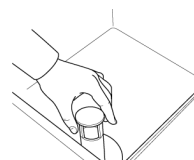

Fig.46
- 8- Ouvrir la porte et enlever le trop-plein. (Fig.46)